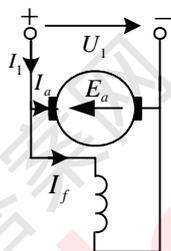

图 2.52 题 2.2 图
解: 并励直流电动机的接线如图 2.52 所示。
(2) 根据图 2.52 可得: